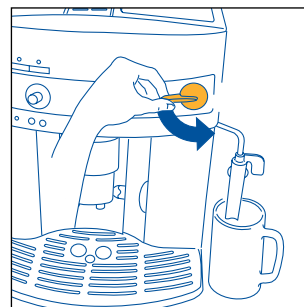

Fig.5
3. **IMEDIATAMENTE DEPOIS, NO ESPAÇO DE 30 SEGUNDOS NO MÁXIMO,** rode o botão do vapor para a esquerda, até ao limite máximo (fig. 5) (é normal que a máquina faça um pouco de barulho).
- Rode para a esquerda o botão do vapor até meio, até ao limite máximo (fig. 5): a água quente sairá através do emulsionador de cappuccinos e começará a encher o recipiente.
- Deixe sair um pouco de água ou de vapor durante alguns segundos, rodando o botão do vapor para a esquerda, até ao limite máximo (fig. 5).